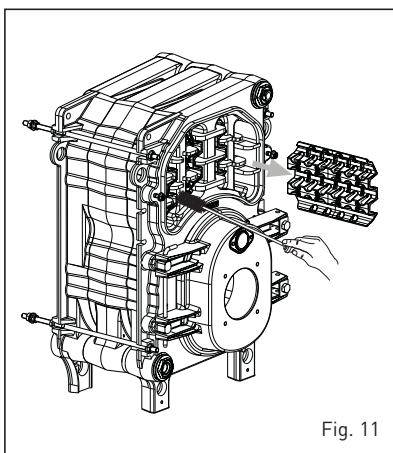

Fig. 11
3.3.1 Lado dos fumos caldeira (fig. 11)